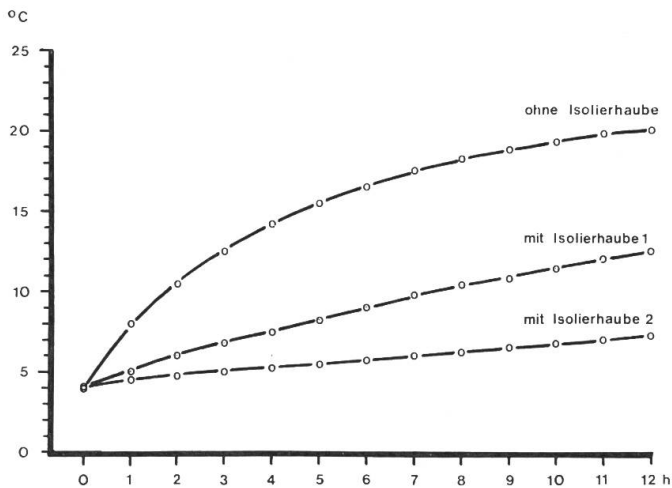

Abb. 21: Erwärmung der Milch mit und ohne Isolationshaube (1 ohne 2 mit Bodendeckel).
- zur Kühllhaltung der Milch in Kannen für ca. 10 Std. eignen sich Isolierhauben (z. B. aus Schaumpolystyrol); ohne Isolation des Kannenbodens (Bodendeckel) ist die Wirkung der Hauben jedoch unbefriedigend (Abb. 21)